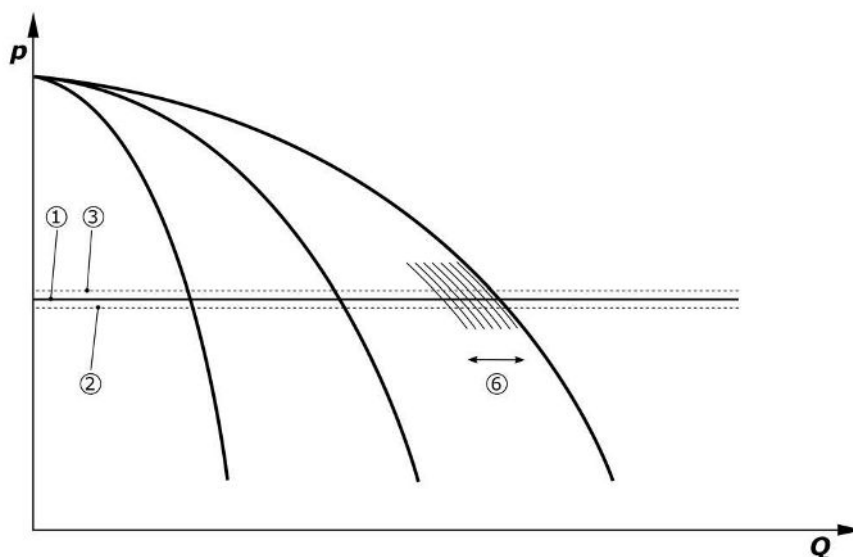

Fig. 7: Inicio de la tercera bomba
Si no existe ningún mensaje de «Desconexión externa» ni ninguna avería, si los accionamientos y los modos automáticos están activados, una o varias bombas con velocidad regulada (Fig. 7) arrancan en caso de caer el valor por debajo del umbral de conexión adicional (2). Las bombas funcionan con una velocidad sincrónica común. Solo las bombas que se conectan o se desconectan pueden presentar brevemente una velocidad diferente.